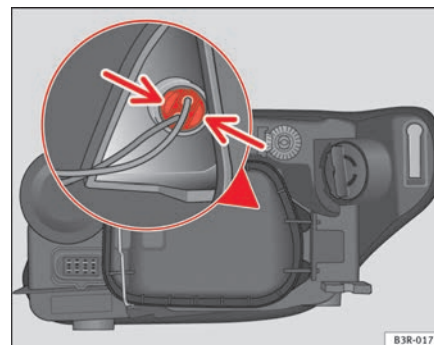

Fig. 207 Luci di posizione (lato esterno veicolo) ►
- Premere leggermente le linguette del portalamпада ⇒ pag. 275, fig. 207 e tirare verso il coperchio (si può estrarre anche tirando i cavi del portalamпада).